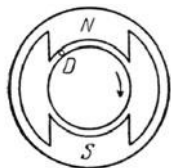

Abb. 23.
3. Wechselstrommaschinen. Dreht man  $z$  hintereinander geschaltete Drähte  $D$  (Abb. 23) im Magnetfeld  $NS$  oder dreht man ein Feld  $NS$  gegenüber den  $z$  Drähten  $D$ , dann entsteht in  $D$  eine Emk durch Induktion